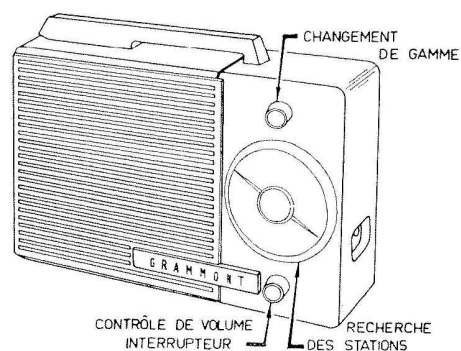

Fig 4.2.1
- Tirer perpendiculairement la molette de recherche des stations (face avant du récepteur) de façon à l'extraire (fig. 4-2-1).